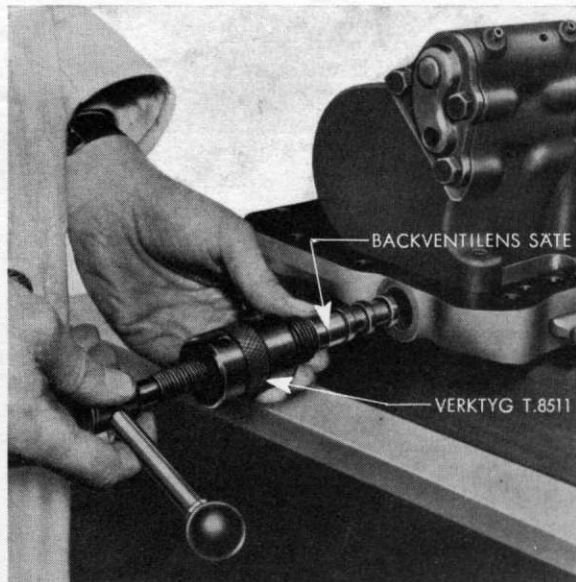

Fig. 18. Montering av backventilens säte.
2. Montera en ny O-ring i urtaget på backventilsätet och placera sätet på styrningen T.8511. (Se Fig. 18.) Sätt in sätet i dess hål i locket och skruva in ytterdelen av verktyget i den gängade yttre delen av sätets hål. Använd därefter verktygets centrumskruv och pressa in sätet på plats.